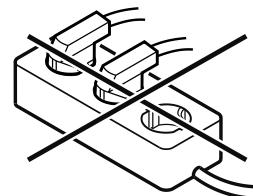

Fig. 22
- 放上并插入托架盖 Fig. 22 (1)，如有必要小心地按压分开。
- 将隔板 Fig. 22 (2) 放置到侧面并插入。